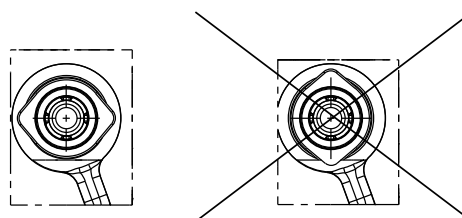

Рис. 5 Монтаж неподвижной части уплотнения (только SiC/SiC)
2. Запрессовать неподвижную часть уплотнения. См. рис. 5.